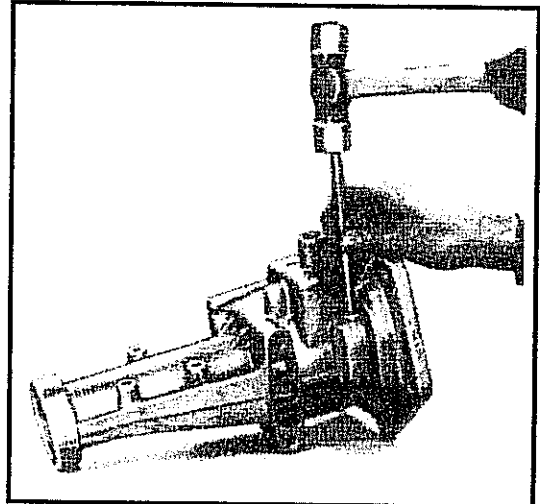

Abb. 11-21 Entfernen des Spannstifts der Lagerwelle für Zwischenräder
- Am Absatz der Zwischenwelle am Gehäuse einen kleinen Durchtreiber ansetzen und den Sicherungsstift in die Welle eintreiben. Siehe Abb. 11-21. Daraufhin die Welle aus der Gehäuseverlängerung herausziehen.